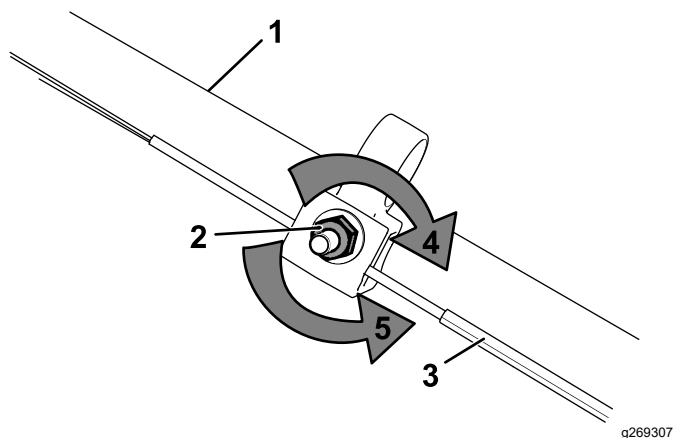

Figura 28
1. Girate il dado di regolazione in senso antiorario per allentare la regolazione del cavo (Figura 28).
2. Regolate la tensione del cavo (Figura 28) tirandolo indietro o spingendolo in avanti e mantenendo quella posizione.